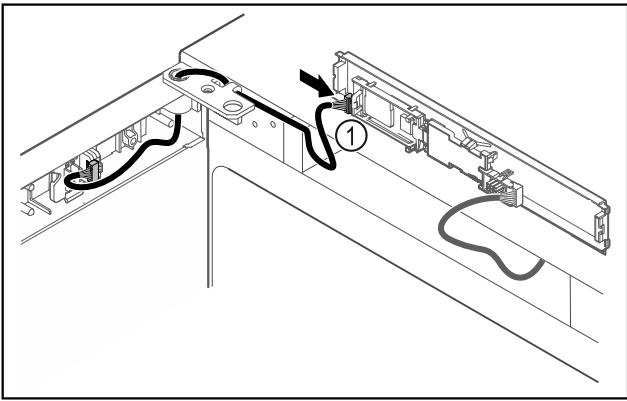

Fig. 43
- ▶ Встановити штекер Fig. 43 (1) на плиті.